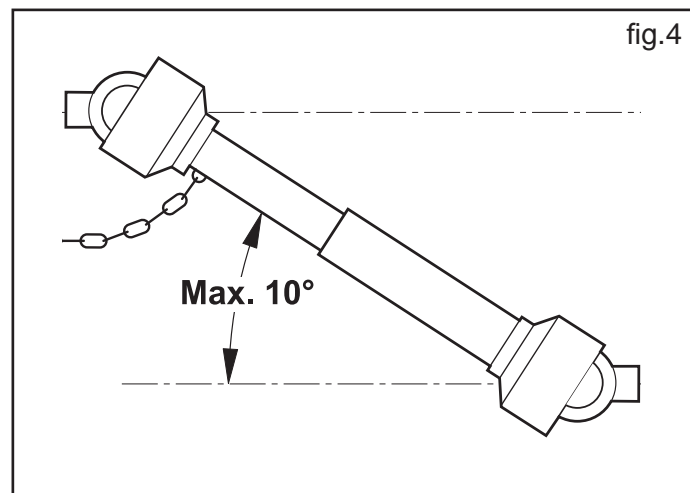

fig.4
- 12) Disinserire, sempre, la presa di potenza quando l'albero cardanico supera un angolo di 10 gradi (fig.4) e quando non viene usata.